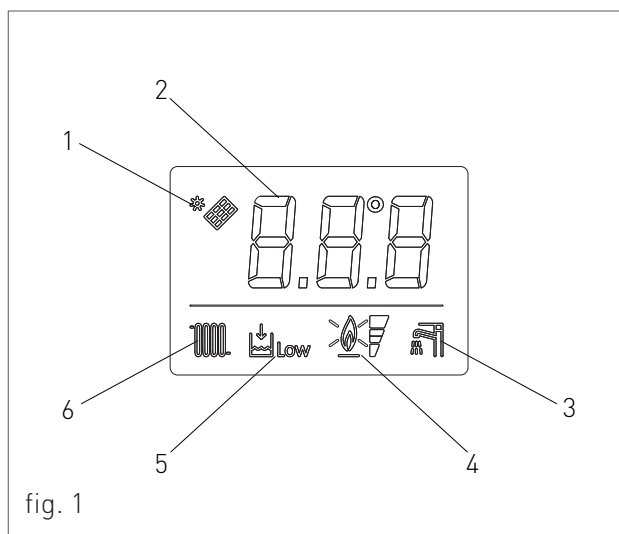
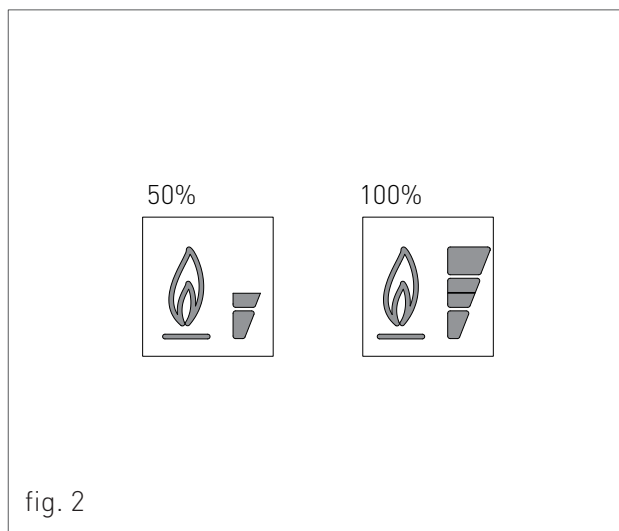

fig. 1
fig. 2
4. SEGNALAZIONE FIAMMA PRESENTE / INDICA ANCHE, SU 2 LIVELLI DI PERCENTUALE, IL GRADO DI POTENZA DI MODULAZIONE DELLA CALDAIA (fig.2)
Per ripristinare la pressione idrica dell'impianto aprire il rubinetto di carico "R" (fig. 1) e controllare, attraverso il manometro "M" (fig. 1) che la pressione dell'impianto raggiunga 1.2 bar, corrispondente alla metà della zona verde 'ZV' (vedi fig. 2).
Ad operazione avvenuta, assicurarsi che il rubinetto di carico "R" (fig. 1) sia ben chiuso.